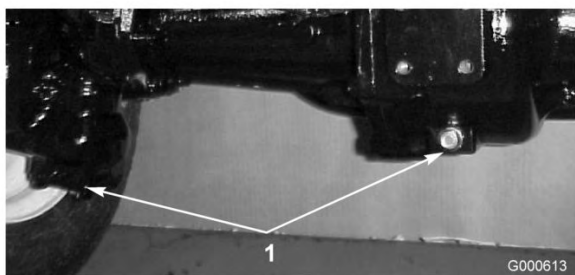

図 48
2. ドレン・プラグ (図 48; 左右端に1 個と中央に1 個、全部で3 個ある) の周辺をきれいに拭く。